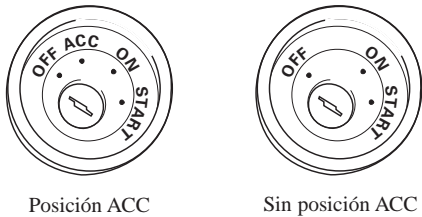

Fig. 1
- Si la fuente de este producto está encendida (ON), se emitirá una señal de control a través del cable azul/blanco. Conéctelo al terminal de control remoto del amplificador de potencia externo o al terminal de control de relé de la antena del automóvil (máx. 300 mA 12 V CC). Si el automóvil tiene una antena de fibra de vidrio, conéctela al terminal de la fuente de alimentación del amplificador de la antena.
- Si esta unidad se instala en un vehículo que no tenga una posición ACC (accesorio) en el interruptor de encendido, el cable rojo de la unidad debe conectarse a un terminal que esté asociado con el interruptor de encendido (ON/OFF). Si no se hace así, la batería del vehículo podría descargarse si permanece varias horas fuera del vehículo. (Fig.1)